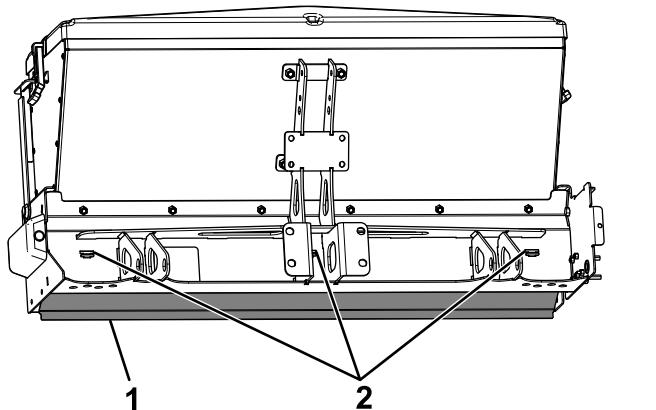

图 5
2. 将车厢挡板向上滑动至撒布机下方将凸舌锁入撒布机机架上的槽中 图 5。